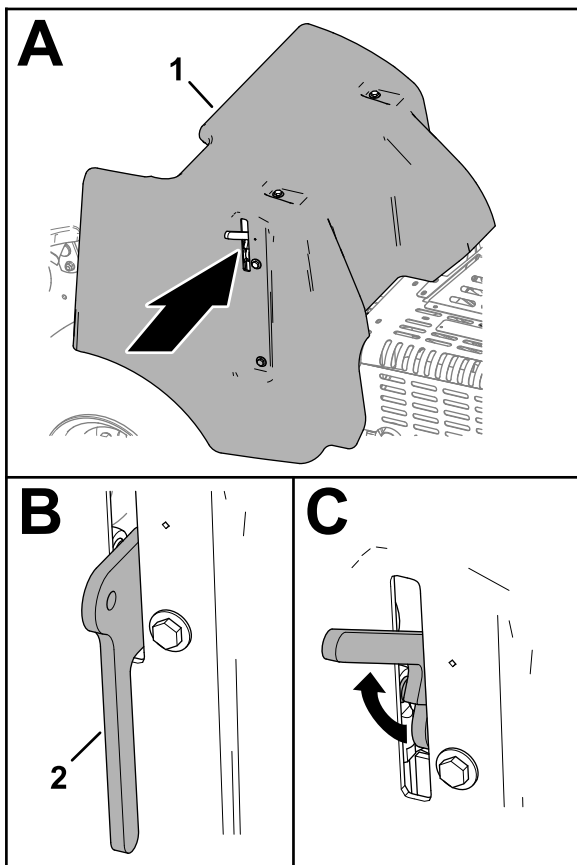

Figure 142
- Soulevez le levier du verrou (Figure 142).